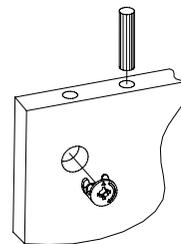

Рис.2
2. Вставьте головки минификсов и шканты в детали 2 (Рис. 2).